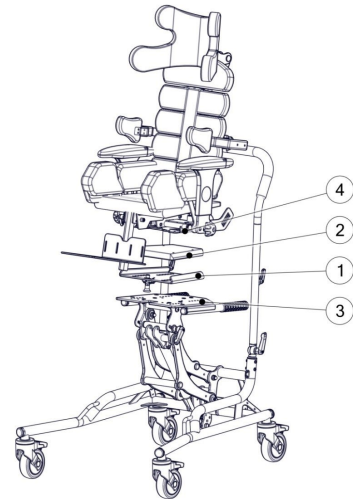

рис. 27
Кресло BAFFIN neoSIT HL может быть оснащено системой быстрой смены сидений. Для установки системы установите нижнюю часть системы (1) на платформу сиденья (3), используя соединительные элементы (4). Верхняя часть (2) системы устанавливается непосредственно на сиденье. Использование полиамидной трапеции приведет к увеличению высоты сиденья примерно на 1,5 см. (рис. 27)